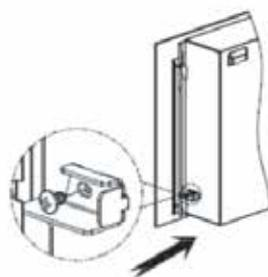

Fig.6
- Inserte y ajuste el tornillo del panel de vidrio frontal (Fig. 6) para asegurar el panel de vidrio frontal a la chimenea.